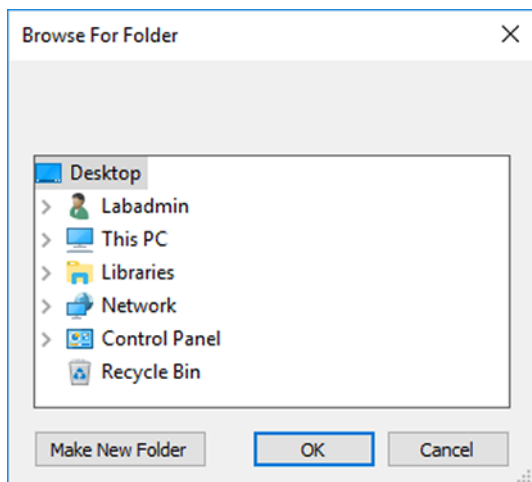

Figura 44: Cuadro de diálogo Browse For Folder (buscar carpeta)
3. En la barra de menú de la ventana **Data Analysis** (análisis de datos), haga clic en **Export** → **Export All Data Sheets** (exportar → exportar todas las hojas de datos) para abrir el cuadro de diálogo **Browse For Folder** (buscar carpeta) (consulte la Figura 44).